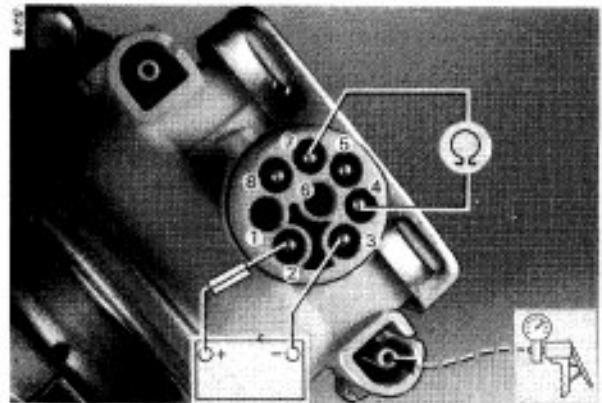

Bild 12
6. DROSSELKLAPPENANSTELLER (Bild 12–22 a)
Achtung: Um Beschädigungen bei Fremdspannungsanschlüssen, s. Bild 12, 13, 16, zu vermeiden, ist unbedingt darauf zu achten, daß die Steckanschlüsse (4, 5, 7) nicht mit Spannung 12 V in Verbindung gebracht werden.
6.1 Dichtheit / Ventile / Zurückziehen (Bild 12, 13)
- Gemäß Bild 12 Steckanschlüsse (2 + 3) mit Spannung 12 V beaufschlagen und Ohmmeter an (4 + 7) anschließen.
- Mit Handunterdruckpumpe am evakuierenden Ventil, s. Bild 12, Druckdifferenz erzeugen, bis am Ohmmeter 500–700 Ω angezeigt werden (der Stößel ist dabei nicht ganz eingezogen).
Wichtig: Bei direktem Anschluß mit der Batterie, s. Bild 12, 13 und 16, muß an Batterie (B+) eine Sicherung (1 A) zwischengeschaltet sein.